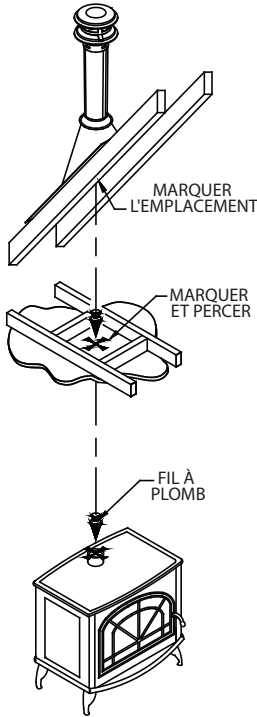
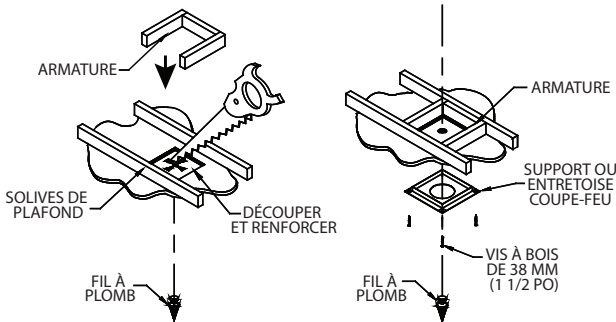

Figure 2
Figure 3
B. Tenir un fil à plomb au centre de la sortie du conduit de fumée de l'appareil et marquer le point central au plafond (Figure 2). Au point marqué, découper et encadrer un trou carré dans le plafond pour l'installation de l'entretoise du support de plafond ou du coupe-feu (Figure 3). Consulter le **Tableau 1** pour les dimensions du trou.